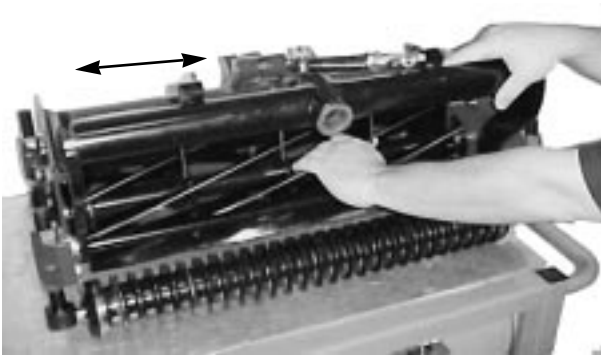

図 17
2. リール軸をつかんで軸方向（左右）に動かしてみる（図 17）。